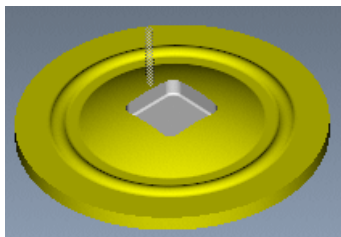

图 19.4.21 “NC 检查”动态仿真
Step2. 在 **PLAY PATH (播放路径)** 菜单中选择 **NC Check (NC 检查)** 命令，系统弹出“VERICUT 7.1.2 by CGTECH”窗口。单击  按钮，观察刀具切割工件的运行情况，仿真结果如图 19.4.21 所示。